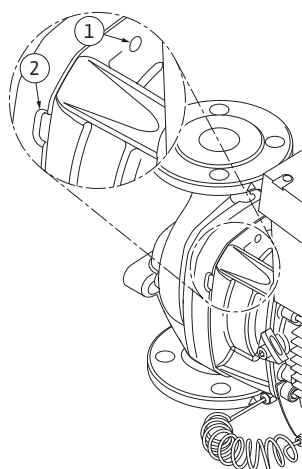

Fig. 53: Srieginės angos ir grioveliai įstatomojo modulio nustūmimui nuo siurblio korpuso
13. Nustumti įstatomąjį modulį (žr. Fig. 13) nuo siurblio korpuso. Tam rekomenduojama pasinaudoti dviem srieginėmis angomis (Fig. 53, poz. 1), visų pirma modulio išjudinimui. Norint pajudinti modulį, į sriegines angas įsukti tinkamus varžtus. Kai įstatomasis modulis pajuda, galima papildomai nuėmimui pasinaudoti grioveliais (Fig. 53, poz. 2) tarp siurblio korpuso ir karkaso (tam, pvz., įkišti du atsuktuvus ir panaudoti juos kaip svertus). Pastūmus apie 15 mm, įstatomasis modulis siurblio korpusė nebesilaiko.